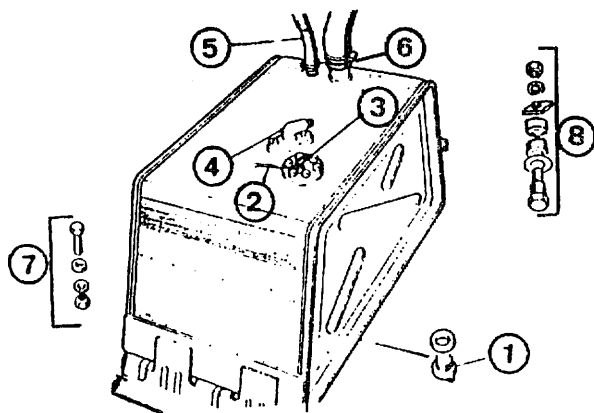

Fig. 10A.7-1
Desconecte la batería. Desmonte el tapón de vaciado (1) con su junta de estanqueidad, el asiento delantero derecho y la placa que cubre el depósito. Desconecte los cables (2) de la unidad de envío de nivel de combustible, la tubería aspirante (3), la de sobrante (4), la del respiradero (5), y la de llenado (6). Desmonte los elementos de fijación (7) de la parte delantera y los de la parte trasera (8) y extraiga a continuación el depósito (Fig. 10A.7-1).